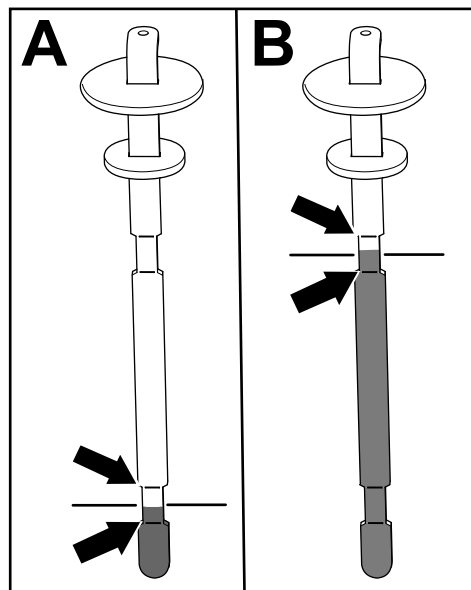

図 80
5. ディップスティックを抜いて油量を点検する 図 80。
2 本のマークの間であれば適切 A 図 80。その下のマークより上でも OK。
- 油圧駆動式アタッチメント用ホースキットを搭載している場合オイル量がディップスティックについている上側の 2 本のマークの間であれば適切 B 図 80。